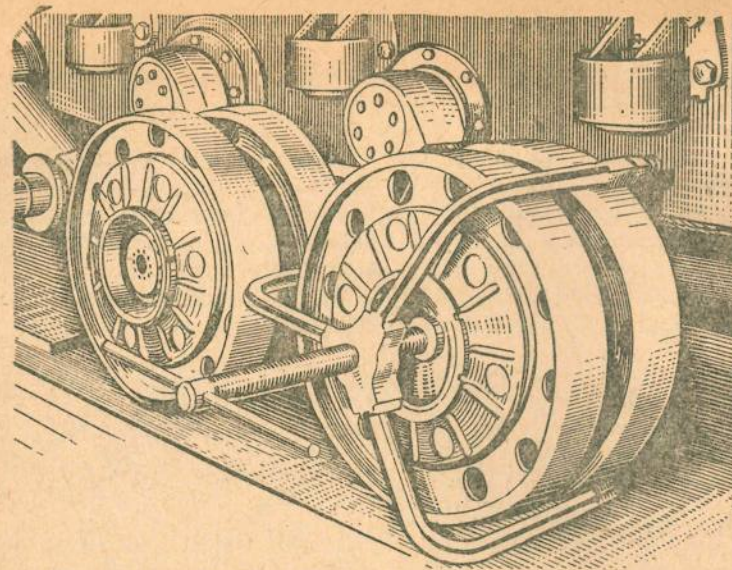

Рис. 46. Снятие нижнего катка с оси балансира при помощи приспособления
6. Установить съемник и снять нижний каток с оси балансира (рис. 46).